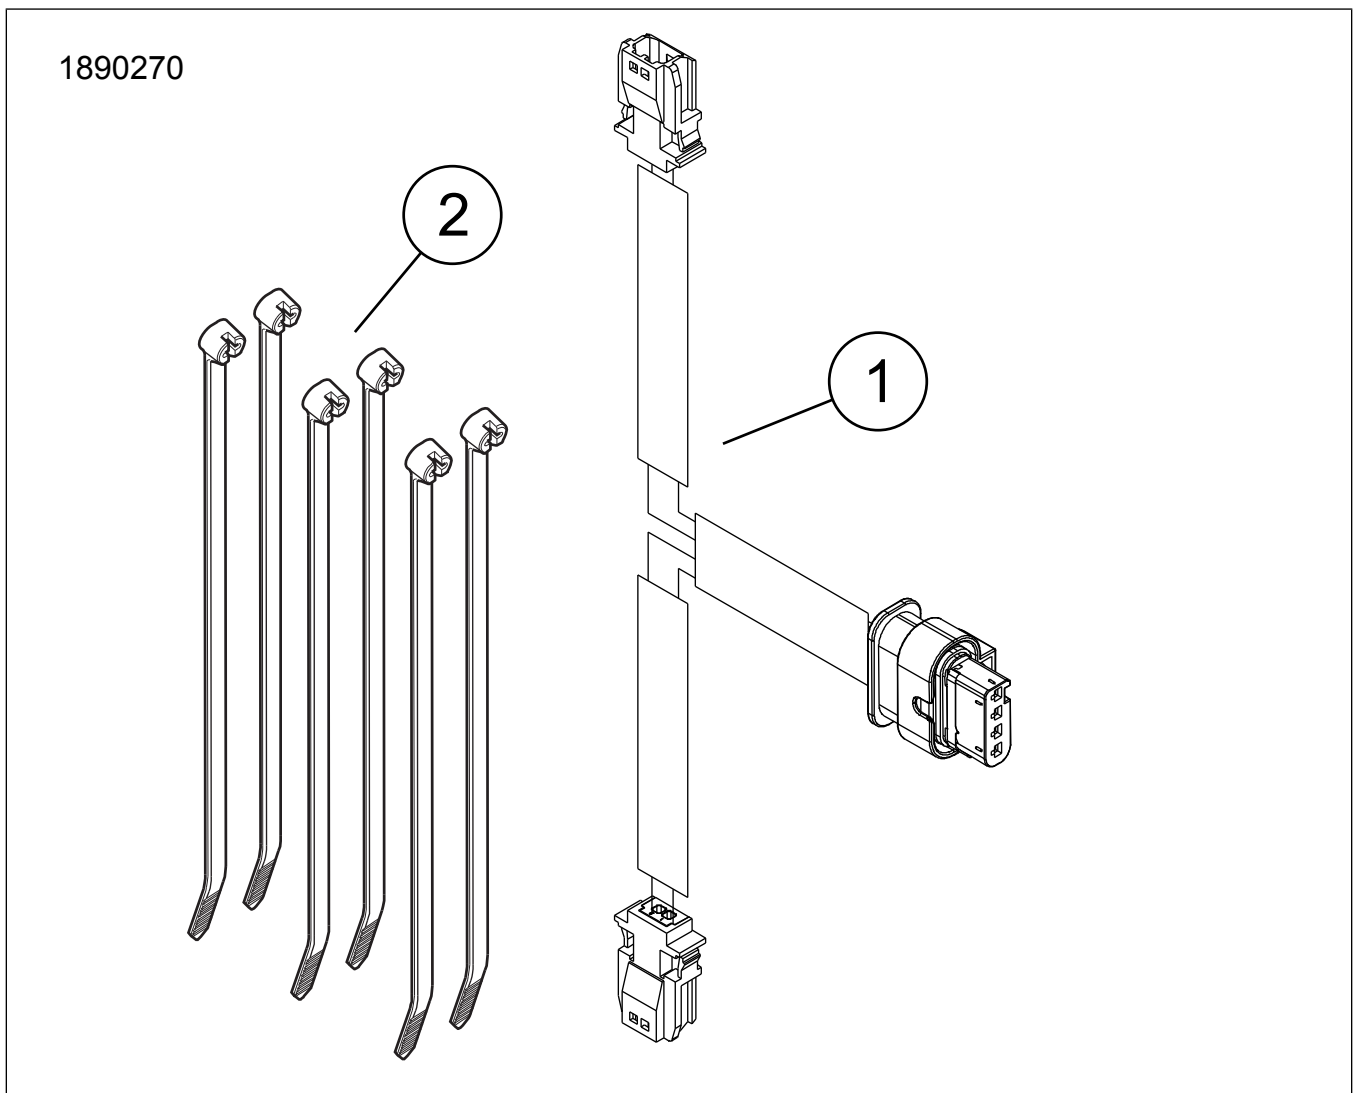

Figure 1. Contenu du kit : FAISCEAU DE CÂBLAGE DE FEU ANTIBROUILLARD À LED EN FORME DE BALLE (BULLET)
- c. Voir la figure 1. Acheminer les fils des feux antibrouillard à LED aux connecteurs du faisceau en Y.
- d. Connecter les lampes au faisceau en Y. (1)
- e. Fixer le câblage du feu au faisceau de fils à l'aide de serre-câbles (2).